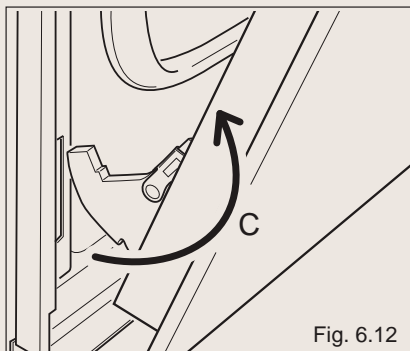

Fig. 6.12
- * Retirez les crochets de charniere de leur emplacement en suivant la fleche "C" (fig. 6.12).